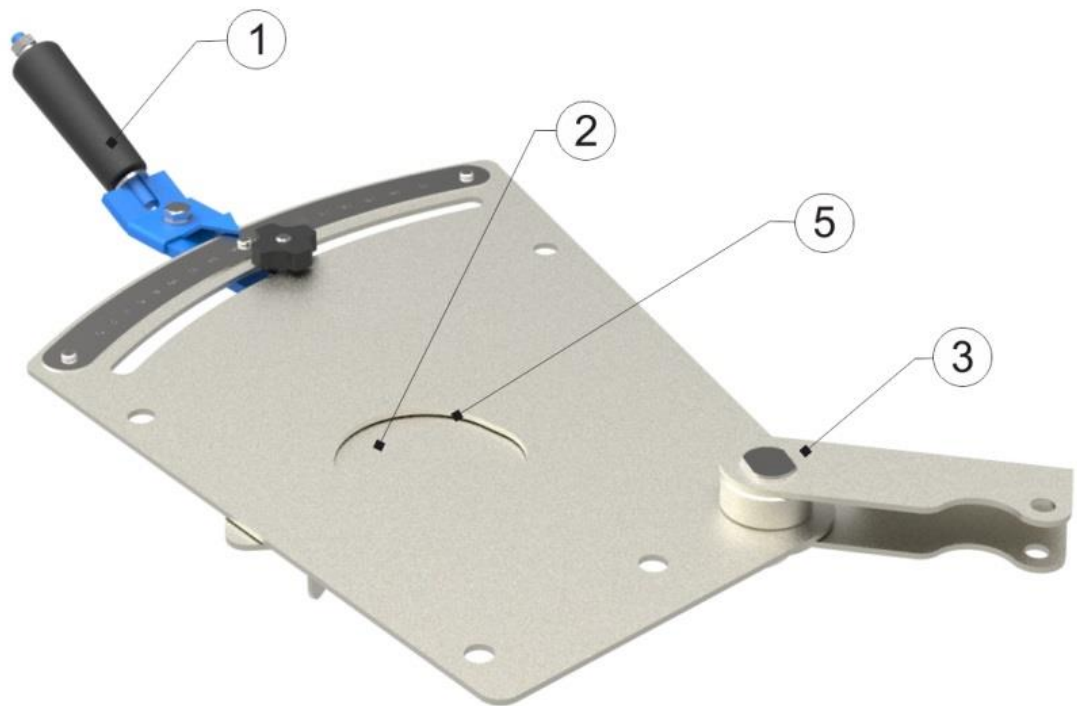
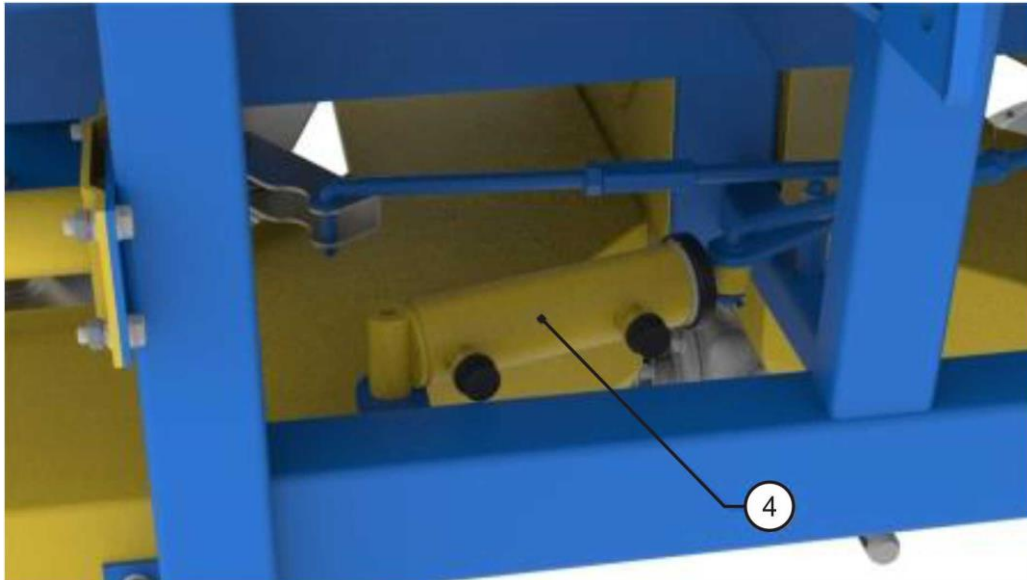

Рис. 5
Рис. 6: Схема встановлення гідроциліндра при синхронному відкритті запірних заслінок
2.3. Привід робочих органів (шнеко подібні зворушувачі, розподільчі диски) здійснюється від вала відбору потужності трактора і конічних редукторів. Привід запірних заслінок, від гідравліки трактора. (Рис. 6)
2.4.3. Запірна заслінка (Рис. 5 поз. 3) та заслінка дозатора (Рис. 5 поз. 2) з важелем (Рис. 5 поз. 1) призначені для налаштування точної кількості внесення добрив (посівного матеріалу).
Налаштування кількості внесення добрив здійснюється за допомогою регулювального важеля. Ним встановлюється різна ширина розкриття пропускних отворів (Рис. 5 поз. 5). Необхідне для цього конкретне положення заслінки визначається за даними таблиці норм внесення добрив (див. Додатки). Запірна заслінка служить для відкривання та закривання випускних отворів їх привід здійснюється за допомогою гідроциліндра (Рис. 6 поз. 4). та гідравліки трактора.